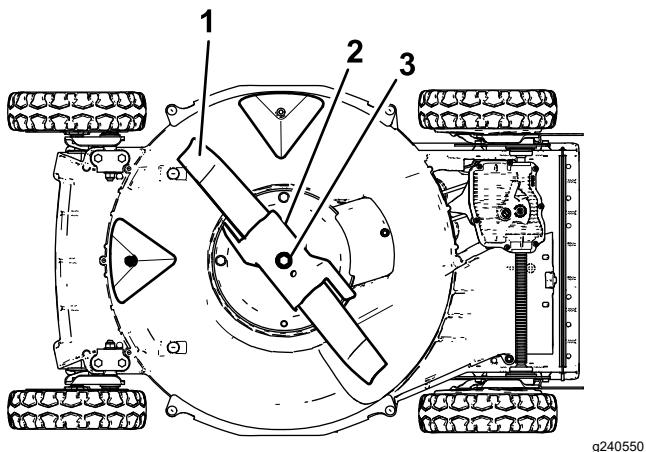

Figura 23
- Inclinate la macchina sul fianco come mostrato in Figura 23.